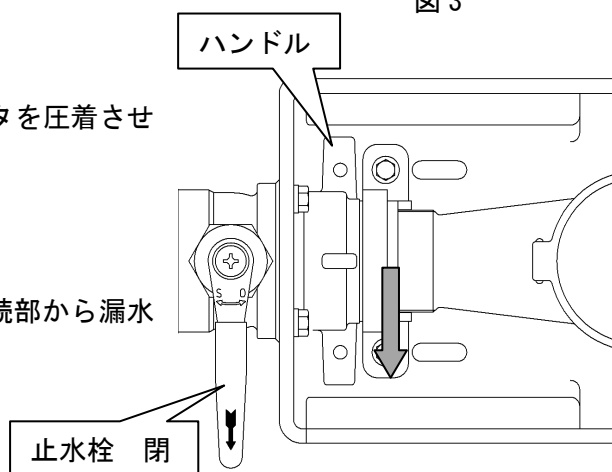

図4
- ② 1次側のボール止水栓を閉じて下さい。
- ③ メータの流水方向とメータセットの流水方向を合わせ、メータを取り付けて下さい。
- ④ ハンドルを矢印に示すS方向へ回し、メータを圧着させて下さい。(図4)